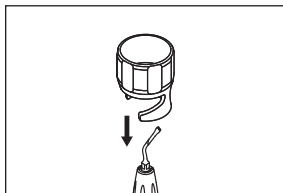
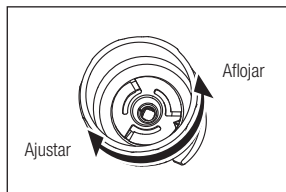

Fig. 2
Fig. 3
- 2) Coloque la llave de punta alineando con la porción cuadrada de la punta (Fig. 2). A continuación, apriete la llave de punta (en el sentido de las agujas del reloj) hasta que gire libremente y haga clic (Fig. 3). En ese momento, sujete la pieza de mano para no doblar el cable de la pieza de mano. Para retirar la punta utilice la llave de punta y gire (en el sentido contrario a las agujas del reloj) en la dirección de "Aflojar" en la Fig. 3.